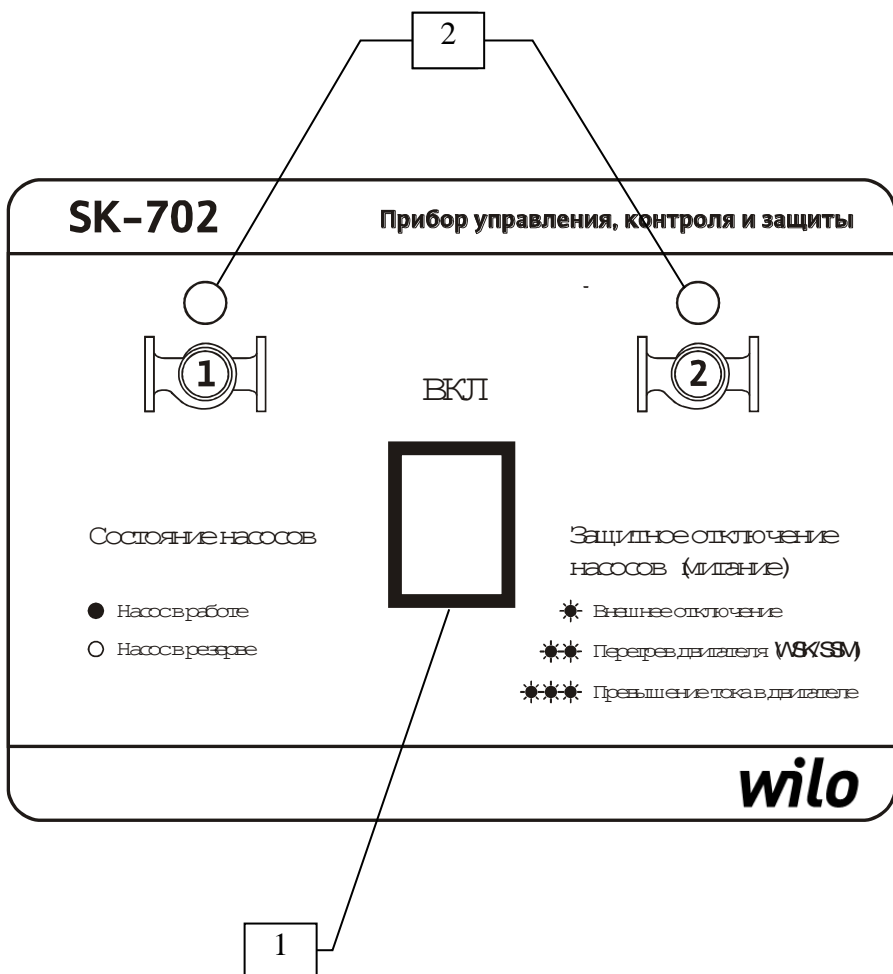

Рис. 1 Лицевая панель прибора
5.1 Лицевая панель прибора (рис. 1)
- **включение рабочего насоса** осуществляется при помощи основного выключателя (рис.1, поз.1). В момент включения на 0.5 сек. загораются оба индикатора, затем в течении 3 сек. мигает индикатор насоса, который должен включиться в соответствии с алгоритмом работы системы (рабочий насос). В случае отсутствия сигналов защитного отключения запускается двигатель рабочего насоса и его индикатор светится постоянно. При отсутствии аварии переключение на другой насос осуществляется при повторном пуске прибора (отключение/включение основного выключателя), при дистанционном включении/отключении прибора (вход IN), через 6/24 часа в зависимости от перемычки JP1;